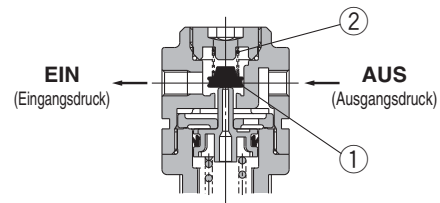

Abb. 2
Wird der Eingangsdruck ausgeschaltet und abgelassen, steht am Ventil ① kein Eingangsdruck mehr an. Der Anpressdruck für das Ventil ① wird ausschließlich über die Ventilfeeder ② erzeugt. Wenn das Ventil ① durch die Ausgangskraft geöffnet wird, wird der Ausgangsdruck auf der Eingangsseite abgelassen. (Abb. 2)